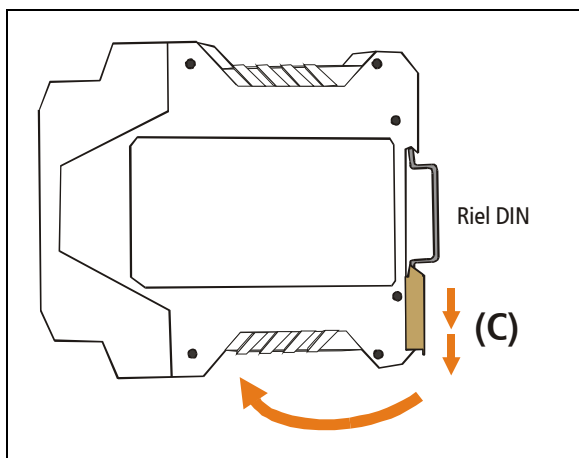

Figura 16 - Desmontaje del equipo
Para desmontar el equipo del riel DIN (figura 16), tire hacia abajo del clip metálico del equipo (C) y luego retírelo del riel.